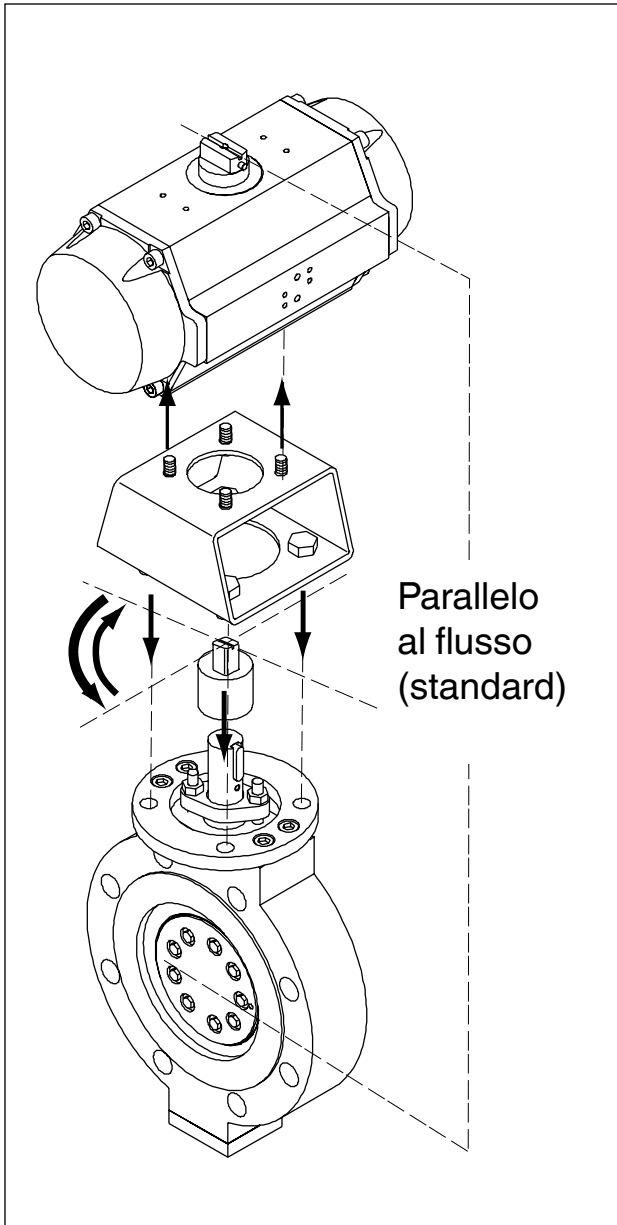

Fig. 6 Montaggio dell'azionatore sulla valvola
- Allentare tutti i collegamenti al comando, allentare le viti di collegamento alla flangia di fissaggio e smontare l'azionatore dalla valvola, vedi fig. 6 nel capitolo precedente 9.1,
- Ora, prima di montare l'azionatore alla valvola controllare che l'indicazione della posizione sia corretta, vedi fig. 6 e capitolo 9.1, Montaggio di un azionatore sulla valvola.